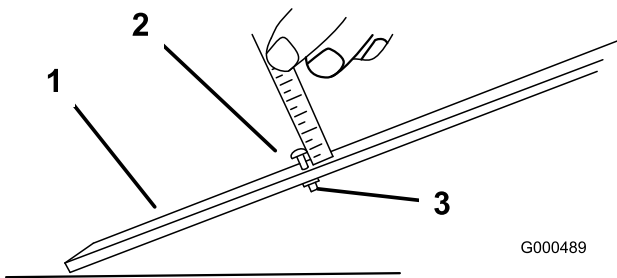

Figura 9
- Afloje la tuerca de la barra de ajuste (Figura 9) y ajuste el tornillo para la altura de corte deseada. La distancia entre la parte inferior de la cabeza del tornillo y la cara de la barra es la altura de corte.